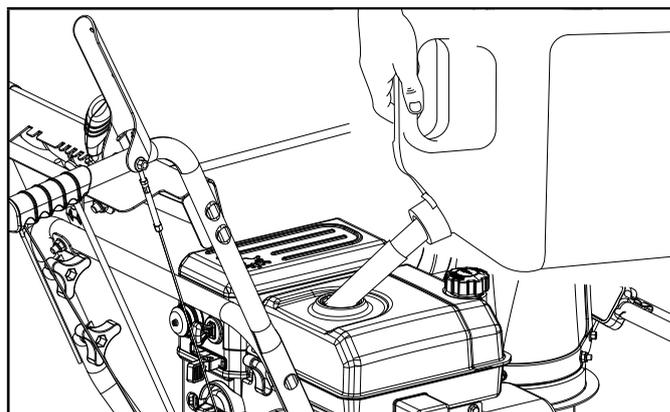

Figure 13
2. Ajoutez de l'essence jusqu'au bas du repère du niveau d'essence, dans le col du réservoir d'essence. Ne mettez pas trop d'essence. Essuyez l'essence renversée avant de démarrer la souffleuse à neige. Capacité du réservoir d'essence : 2,6 L (0,7 gal.). (figure 13)